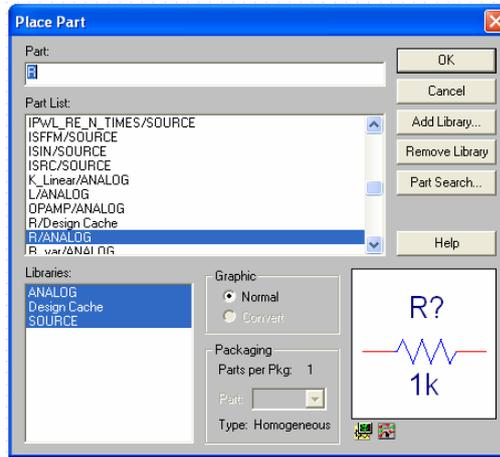

Figura 4. Inserindo os componentes
- d. Agora, podemos adicionar as resistências e a fonte DC. Para isto, clicar em “*<Place<Part*” e aparecerá um quadro de dialogo (Figura 4). Na livraria **Analog** encontraremos as resistências, e na **Source** encontraremos a fonte DC. Os valores das resistências e da fonte podem ser atualizados através do quadro de dialogo que aparece clicando duas vezes sobre o valor.